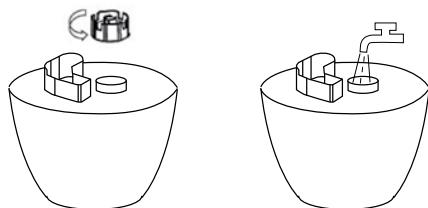

Рис. 2
- Открутите крышку резервуара для воды против часовой стрелки и залейте воду в емкость (рис. 2). Температура воды не должна превышать 40 °C.